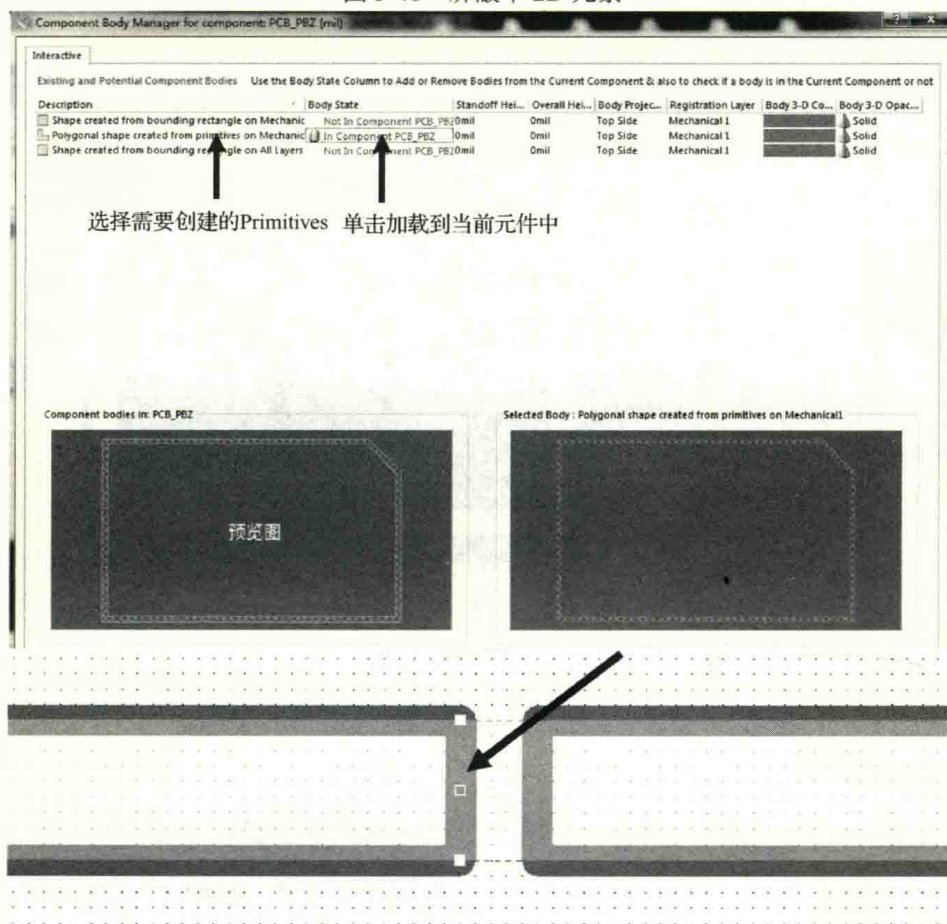
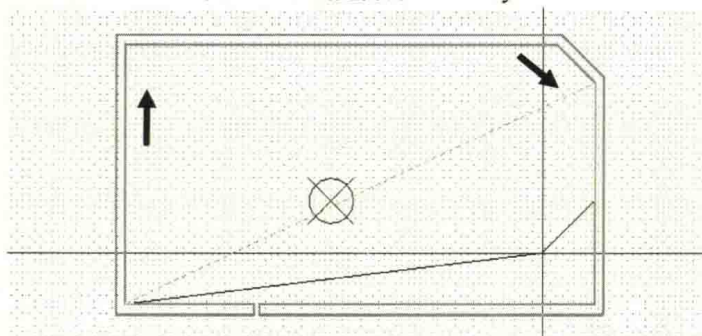

图 5-47 创建异形 3D Body
图 5-48 屏蔽罩顶盖 3D Body 绘制
(2) 执行菜单命令“Tools-Manage 3D Bodies for Current Component”，出现 3D Body，然后拉伸缺口使缺口重合，如图 5-47 所示。
(3) 双击刚刚创建好的 3D Body，添加屏蔽罩的高度及其他各项参数信息。
(4) 结合常规 3D Body 的绘制方法绘制屏蔽罩的顶盖，如图 5-48 所示。